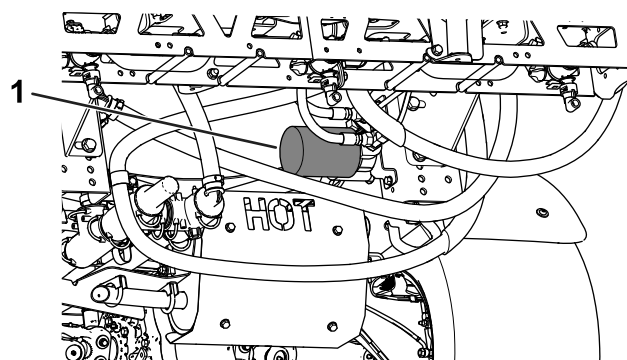

Figure 57
4. Retirez le filtre (Figure 57).